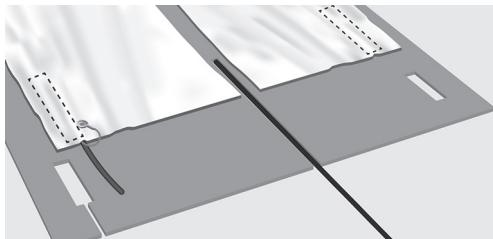

Bild 8. Utskärning i underlaget
**8.** När värmemattan eller värmemattorna har monterats enligt ritningen är det dags att skära i underlaget för att göra plats för skarvarna i värmemattan (Bild 8). Det finns en utbuktning i början av värmemattan, där den kalla kabeln kommer in i värmemattan. Markera denna på underlaget +5 mm på varje sida och ta bort underlaget med en vass kniv. Skär ut en